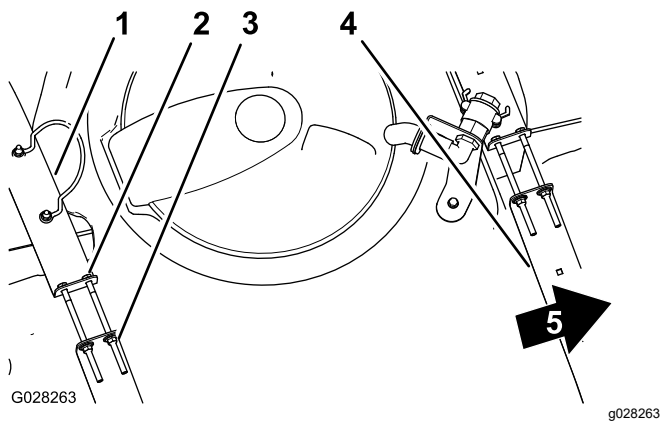

図 84
2. タンクとタンク固定ベルトとの間に、たるみができていないか点検する 図 84。
3. ベルトにゆるみがある場合には、ベルトの上部にあるフランジロックナットとボルトを締めてベルトとタンクとが面一になるようにする 図 84。